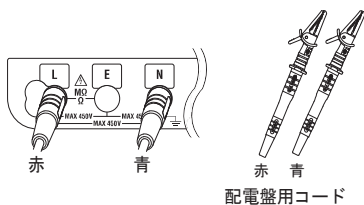

図 9-3
- (1) ロータリスイッチを回し、" ループインピーダンス " ファンクションに合わせます。
- (2) 図9-3、9-4のように、コードを本体に接続します。接続端子を間違えないようご注意ください。